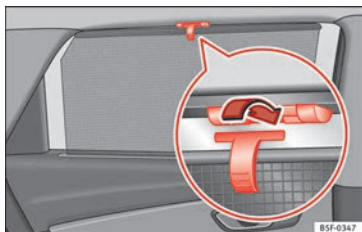

Fig. 146 Glace arrière : store pare-soleil.
– Déroulez le store et accrochez-le au crochet situé au centre du cadre supérieur de la portière »» fig. 146.